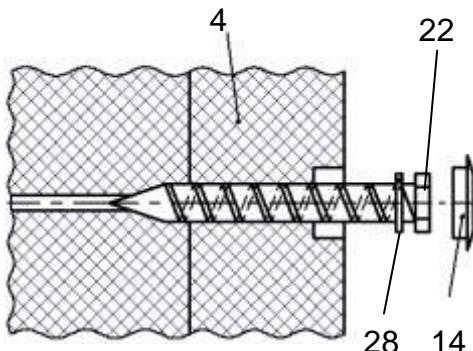

рисунок 5
4.2.7.1 В отверстия с саморезами, установленными в процессе сборки, вставьте заглушки (№14) (рисунок 5).